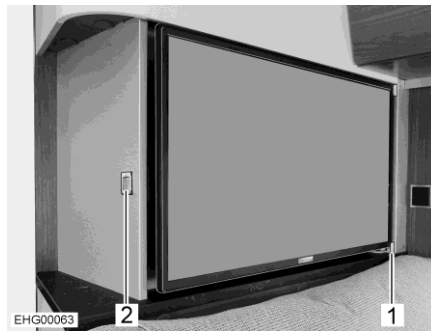

Bild 95 Flachbildschirm
Der Flachbildschirm ist seitlich mit einer Führungsschiene (Bild 95,1) gesichert.
- Entriegelungstaste (Bild 95,2) drücken.
- Flachbildschirm aus der Führungsschiene (Bild 95,1) in gewünschte Position ziehen.
- Flachbildschirm zurückschieben, bis er seitlich in die Führungsschiene (Bild 95,1) einrastet.